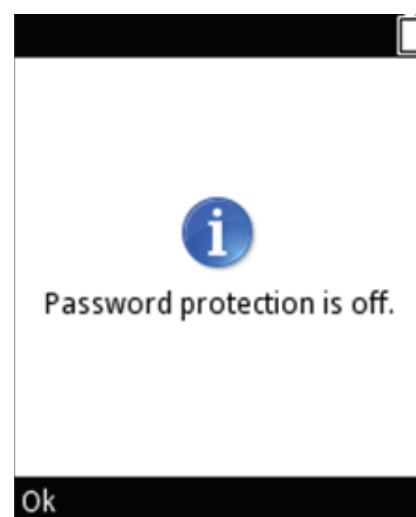

Figura D54.
5. Sul display compare un testo informativo con la conferma della password (Figura D54). Premere  (**Ok**).